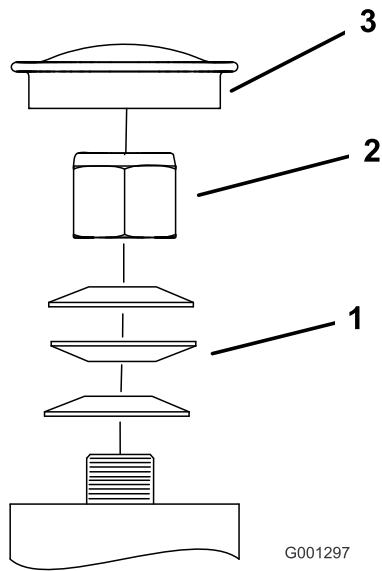

Figura 64
3. Retire el tapón anti-polvo de la rueda giratoria y apriete la contratuerca (Figura 64).
4. Apriete la contratuerca hasta que las arandelas de muelle estén planas, luego afloje 1/4 de vuelta para establecer la pre-carga correcta de los cojinetes (Figura 64).
Importante: Asegúrese de que las arandelas de muelle están correctamente instaladas, según se muestra en Figura 64.
5. Coloque el tapón anti-polvo (Figura 64).